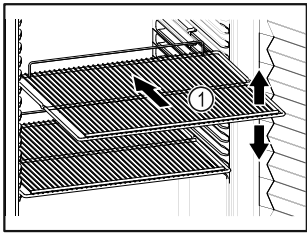

Fig. 63 Beispielhafte Darstellung
- ☐ Wenn Abstellroste Fig. 63 (1) versetzbar sind, je nach Höhe anpassen.